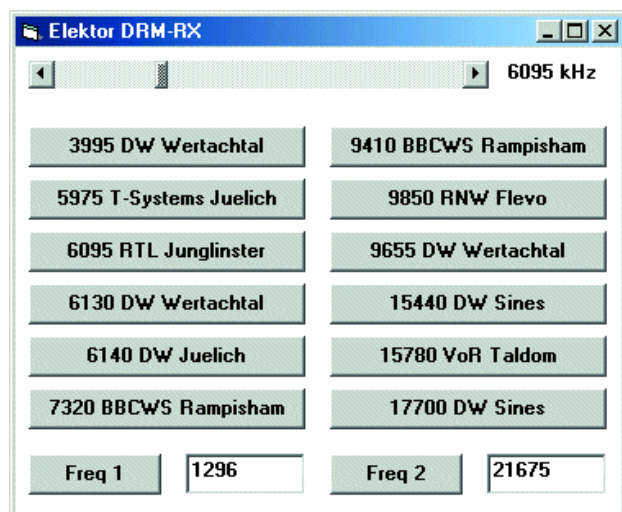

Figure 9. L'interface utilisateur du programme de démonstration en VB servant à la syntonisation.
La commande de la syntonisation par le biais du PC ouvre des perspectives intéressantes, telles que l'attribution de noms de station aux touches de mémorisation ou l'écoute à une heure donnée d'un programme préféré. À noter que la DDS peut aussi servir à des mesures. Pour ne pas couper les ailes aux ambitions de nos lecteurs, nous nous proposons, à l'aide d'un exemple simple écrit en Visual Basic (VB), comment piloter la DDS. La **figure 9** montre l'interface utilisateur du programme de démonstration. Il comporte un régleur, des touches de stations et 2 fréquences préférées qu'il est possible d'éditer. Nous n'avons pas prévu de calibration accessible à l'utilisateur et réalisé cette dernière sous la forme de constantes prises dans le programme.